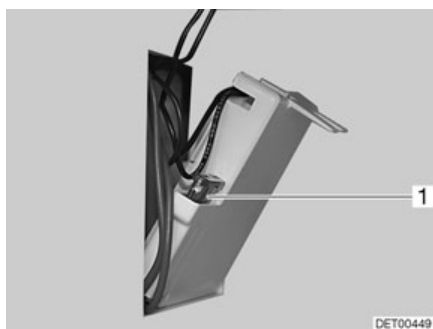

Fig. 109 Fusible del inodoro Thetford
- Cambiar el fusible (Fig. 109,1).